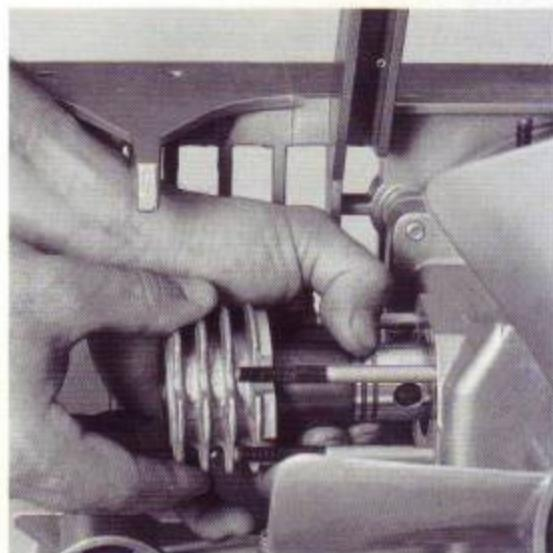

Abb. 12
- O-ring (2) should always be replaced.
- Grease o-ring (2) slightly with vaseline; slide o-ring without twisting over the lower cylinder into the groove of the flange.
- When reinstalling the snap-ring (5) ensure its correct position!
- Lubricate piston (3) sufficiently and check that the piston ringgaps are in correct position (turned by 180°). For the correct set of piston rings: (see page 46).
- Assemble piston (3) and cylinder (1) in reverse order of the disassembly.
- Carefully fit cylinder (1). (see fig. 12).
- O-Ring (2) generell erneuern.
- O-Ring (2) leicht mit Vaseline einfetten und auf Zylinderunterteil bündig zum Zylinderfuß verdrillfrei aufziehen.
- Beim Einbau des Sicherungsringes (5) auf dessen korrekten Sitz achten!
- Kolben (3) gut einölen, dabei auf Versetzung der Kolbenringstöße (180°) achten. (Kolbenringbestückung: Siehe Seite 47).
- Montage von Kolben (3) und Zylinder (1) in umgekehrter Reihenfolge wie bei Demontage.
- Zylinder (1) vorsichtig überschieben. (Siehe Abb. 12).